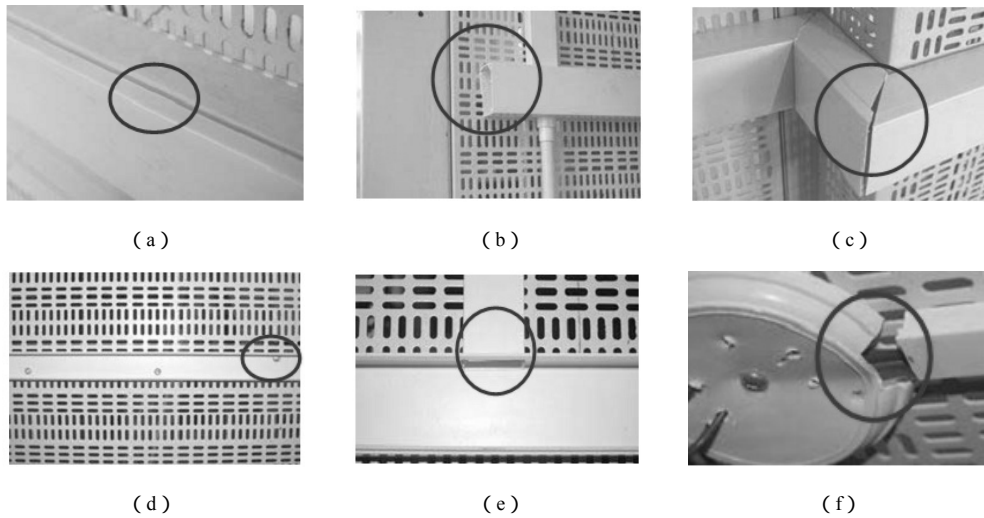

图 1-1-2 塑料线槽敷设安装效果图
3. 如图 1-1-2 为塑料线槽敷设安装效果图，请你指出各图中存在的问题？